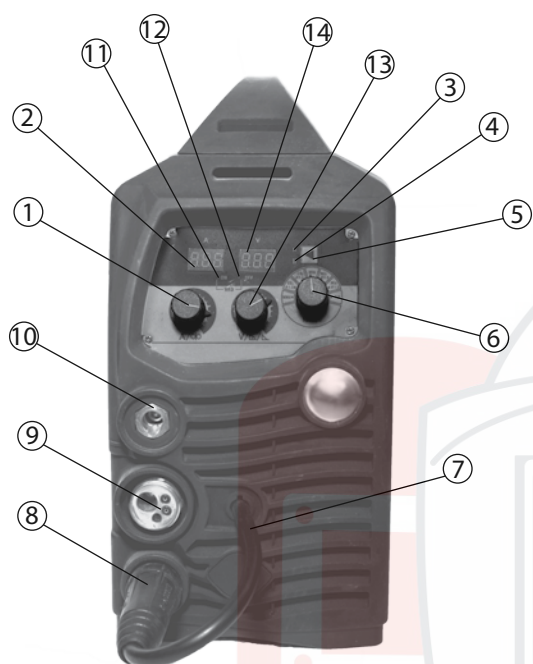
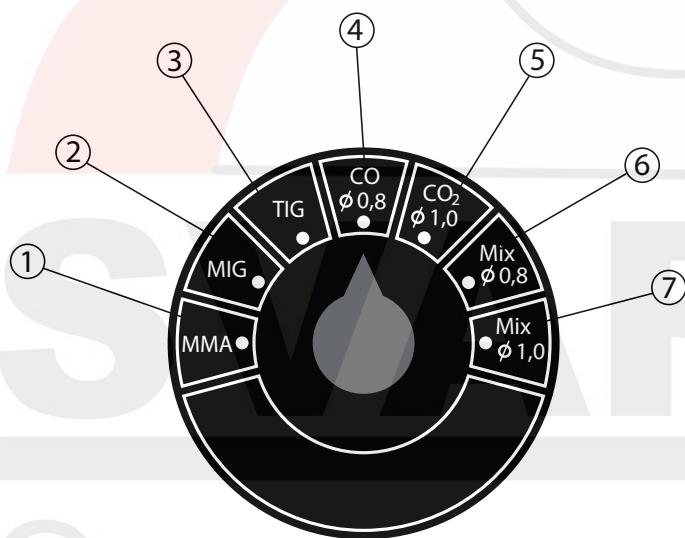

Рис. 1
Рис. 6. Настройки способов сварки
2. Вставьте сварочную горелку в «евроразъем» (**9, рис. 1**) на передней панели аппарата и прикрутите его. После установите катушку с проволокой (**18, рис. 3**). Установите ролики с теми канавками, которые соответствуют диаметру проволоки. Зафиксируйте проволоку с помощью ручки зажима проволоки (**22, рис. 3**) в подающем механизме (**23, рис. 3**). С помощью кнопки прогона проволоки (**20, рис. 3**) протяните проволоку внутрь горелки.
5. В зависимости от требуемой полярности вставьте кабельный наконечник ОКС в соответствующий разъем ОКС «-» или «+» на передней панели сварочного аппарата (**10 или 8, рис. 1**) и закрутите его по часовой стрелке.
6. Вставьте кабель полярности (**7, рис. 1**) в свободный (не подключенный кабелем клеммы заземления) разъем ОКС сварочного аппарата и закрутите его по часовой стрелке.
7. Произведите настройки процесса сварки на передней панели управления аппарата. Выберите настройки на MIG (**4, рис. 6**) или одну из синергетических настроек (**2, 3, 5 или 6, рис. 6**). С помощью регулятора (**1, рис. 1**) установите значение скорости подачи проволоки, отображаемое на цифровом дисплее (**2, рис. 1**). Регулятором (**13, Рис. 1**) выставьте рабочее напряжение дуги, отображаемое на цифровом дисплее (**14, рис. 1**).
2. Вставьте евроадаптер горелки в соответствующий разъем (**9, рис. 1**) и плотно зафиксируйте.
3. Вставьте обратный кабель в разъем ОКС, помеченный знаком «+» (**8, рис. 1**), закрутите его по часовой стрелке. Закрепите клемму заземления на заготовке.
5. Произведите настройки процесса сварки на передней панели управления аппарата. Выберите настройку TIG (**7, рис. 6**), установите требуемое значение тока с помощью регулятора (**1, рис. 1**), оно отображается на цифровом дисплее (**2, рис. 1**). Также настройте время падения тока с помощью регулятора (**13, рис. 1**), отображаемое на цифровом дисплее (**14, рис. 1**).
Установите необходимый режим сварки 2Т (двухтактный) или 4Т (четырёхтактный) с помощью кнопки переключения режимов сварки (**5, рис. 1**).
При нажатии кнопки сварочной горелки дуга зажигается, а при ее отпускании – гаснет. Отображается индикатором (**3, рис. 1**).
При нажатии кнопки сварочной горелки дуга зажигается, аппарат продолжает работать после отпускания кнопки горелки. В процессе работы параметры сварки могут корректироваться с помощью регуляторов (**1 и 13, рис. 1**). При повторном нажатии кнопки на сварочной горелке аппарат переходит в состояние гашения дуги.
2. На передней панели имеется два разъема ОКС «+» и «-» (**8 и 10, рис. 1**). Для плотного закрепления прямого и обратного кабелей в разъемах необходимо вставить кабельный наконечник с соответствующим кабелем в панельный разъем до упора и повернуть его по часовой стрелке до упора. При неплотном подсоединении кабелей возможны повреждения как кабельного разъема, так и источника питания.
- прямая полярность – электрододержатель подсоединен к разъему «-» (**10, рис. 1**), а обратный кабель (заготовка) к «+» (**8, рис. 1**);
- обратная полярность – обратный кабель подсоединена к разъему «-» (**10, рис. 1**), а электрододержатель к «+» (**8, рис. 1**).
6. Выберите способ сварки ММА регулятором на передней панели аппарата (**1, рис. 6**). С помощью регулятора (**1, рис. 1**) установите значение тока, отображаемое на цифровом дисплее (**2, рис. 1**), а регулятором (**13, рис. 1**) установите значение тока форсажа дуги, отображаемое на цифровом дисплее (**14, рис. 1**).
7. Режим V.R.D (снижение холостого хода) устанавливается автоматически при включении способа ММА и отображается индикаторным светодиодом (**12, рис. 1**).